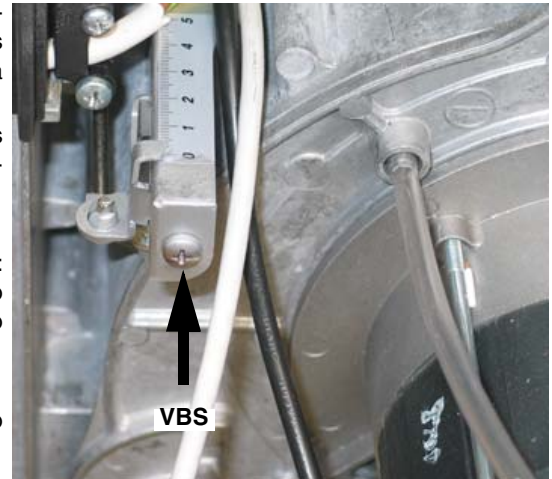

Fig. 19
- Regule el caudal de aire utilizando el tornillo VBS (Fig. 19); enrósquelo para disminuir el caudal o desenróselo para aumentarlo.